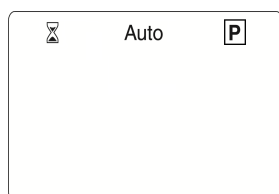

Fig. 19
- 1) appuyer sur la touche (▶) jusqu'à ce que soit entouré le symbole **P** de programme, comme sur la Fig. 19;
- 1) appuyer sur la touche (▶) jusqu'à ce que soit entouré le symbole  de programme, comme sur la Fig. 19;